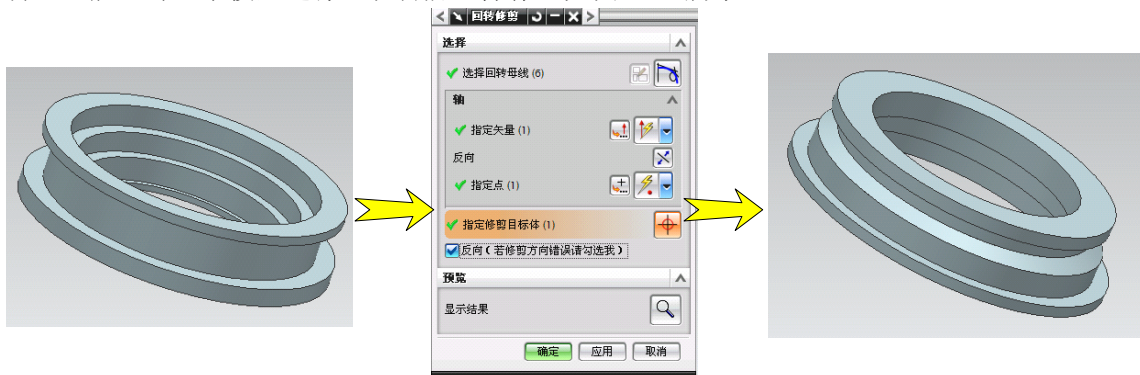

图 3-14 “回转修剪”生成工序模型
- 功能：对三维模型进行“铣台阶”操作，如图 3-14 所示。